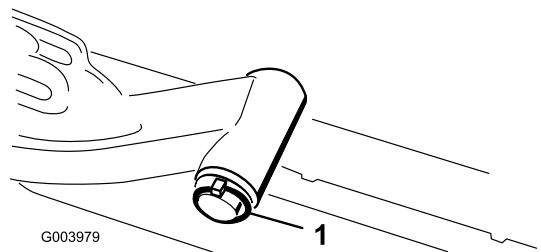

Bild 12
- A. Nehmen Sie den Klappstecker und die Scheibe ab, mit denen die Gelenkwelle des Hubarms am Hubarm befestigt ist. Schieben Sie die Gelenkwelle des Hubarms aus dem Hubarm (**Bild 12**).
- C. Setzen Sie die Hubarmwelle in den Hubarm ein und befestigen Sie sie mit der Scheibe und dem Klappstecker (**Bild 12**).